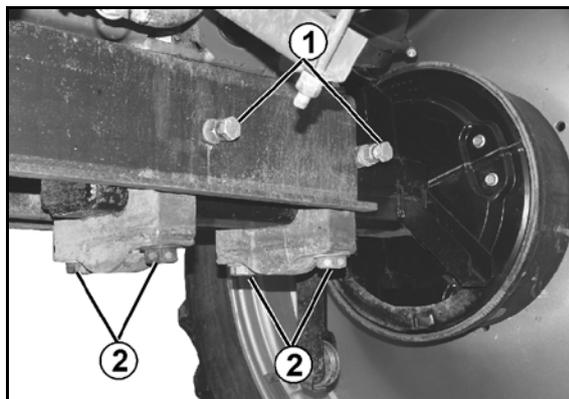

図 135
4. 締め付けねじ (図 135/1、2) を緩めます。
6. 軸の位置合わせのために、まずねじ (図 135/1) を締め付けトルク 210 Nm で締め付けます。
7. その後ねじ (図 135/2) を締め付けトルク 750 Nm で締め付けます。